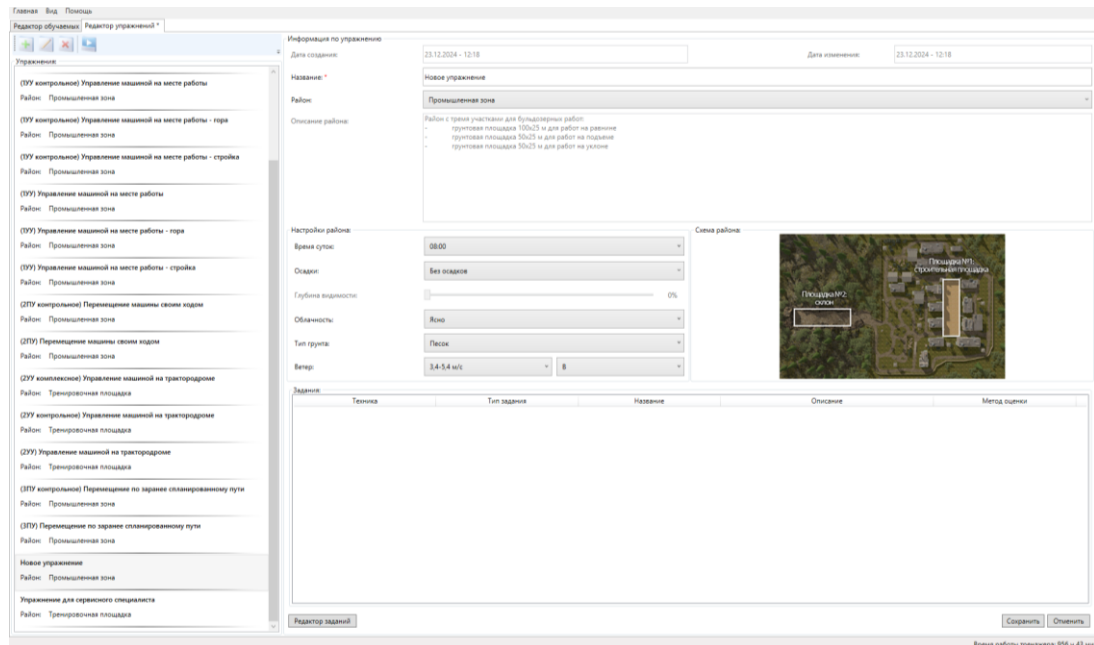

Рисунок 3.28 – Окно «Редактор упражнений»
- 1) Перейти на вкладку «Редактор упражнений» (рисунок 3.28).
3) В правой части окна в форме «Информация по упражнению» (рисунок 3.28) необходимо заполнить поля:
5) Нажать кнопку  в нижнем правом углу окна «*Редактор упражнений*» (рисунок 3.28). Название упражнения отобразится в левой части окна в списке упражнений, доступных для запуска. (Кнопка активируется только в случае правильного заполнения поля *Название упражнения*).
1) Нажать кнопку , расположенную в левом нижнем углу формы «Информация по упражнению» (рисунок 3.28). Запустится программный компонент, отображающий на втором мониторе РМИ район упражнения и его мини-карту (рисунок 3.30).